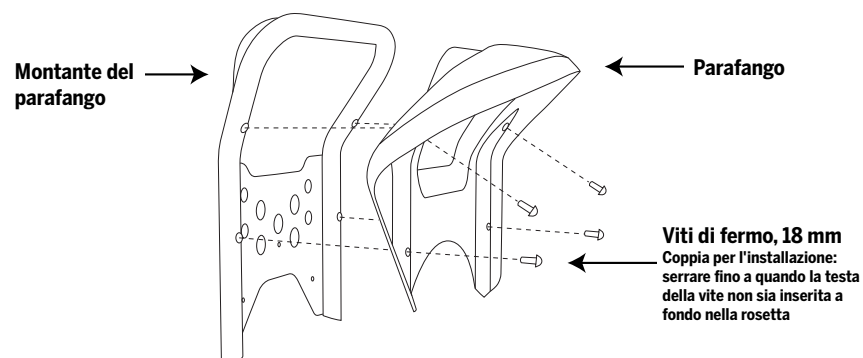

Figura 2. Rimozione o installazione del parafrangente e del montante
4. Per rimuovere l'insieme parafrangente e montante, togliere le (4) viti di fermo da 18 mm con una chiave a brugola esagonale da 4 mm. Vedere la Figura 2.
5. Per reinstallare l'insieme parafrangente e montante, serrare le (4) viti di fermo da 18 mm (incluse a questo kit) nel parafrangente e nel montante del parafrangente. Con una chiave a brugola esagonale da 4 mm, serrare fino a quando la testa della vite non sia inserita a fondo nella rosetta. Una volta inserita a fondo, ruotare di un altro ½ - 1 giro.
6. Per reinstallare l'insieme parafrangente e montante sul Segway PT, serrare le (3) viti di fermo da 28 mm (incluse a questo kit) nell'insieme e nel coperchio del blocco di trasmissione. Con una chiave a brugola esagonale da 4 mm, serrare ad una coppia di 6,0 Nm.